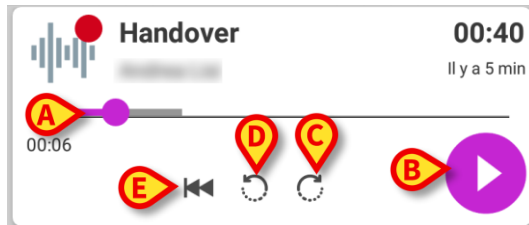
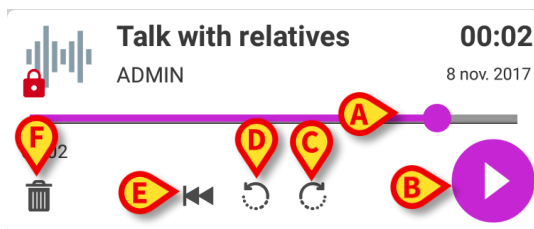
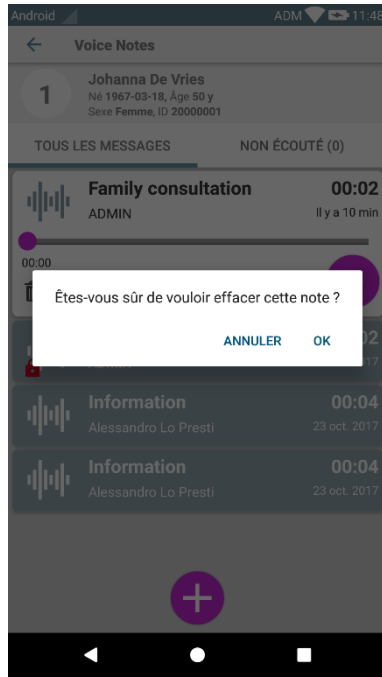

Fig 93 – message vocal non écouté
Fig 94 - message privé, effacé par l'auteur
Fig 95
La mosaïque s'agrandit pour afficher les boutons de commande du lecteur audio (Fig 93 et Fig 94).
- barre d'avancement (Fig 93 et Fig 94 **A**): toucher l'onglet et déplacer à gauche ou à droite pour définir le niveau actuel d'avancement;
- lire le message (Fig 93 et Fig 94 **B**);
- sauter 10 secondes en avant (Fig 93 et Fig 94 **C**);
- revenir 10 secondes en arrière (Fig 93 et Fig 94 **D**);
- revenir au début (Fig 93 et Fig 94 **E**);
- effacer le message (affichage facultatif - Fig 94 **F**).
- ❖ une icône de confirmation (à la même place que le symbole Fig 94 **F**) le cas échéant, permet de marquer la note comme “écoutée”. Toucher l'icône pour marquer la note comme “écoutée” ;
Les messages vocaux sont automatiquement effacés après leur durée de vie. Les messages effacés ne peuvent pas être récupérés. Seul l'auteur est autorisé à effacer ses messages avant la date d'échéance, en cliquant sur l'icône , située dans l'affichage étendu du message (voir Fig 94). Cette opération exige une confirmation (Fig 95) :